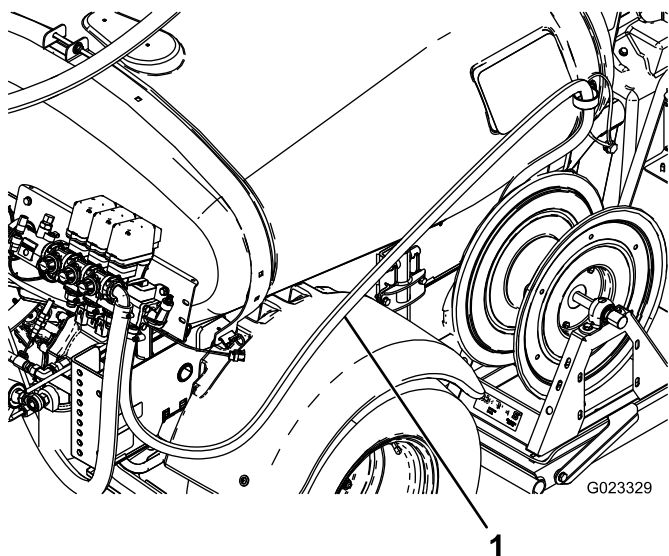

図 12
6. ホースリール給液ホースを図 12に示すように配設して、ホースクランプを使ってホースリールに取り付ける。